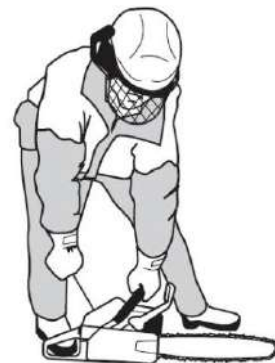

Рис. 9
1. Прижмите пилу вниз, наступив ногой на защитный щиток правой ручки. Обхватите переднюю ручку пилы левой рукой (См. Рис. 9).